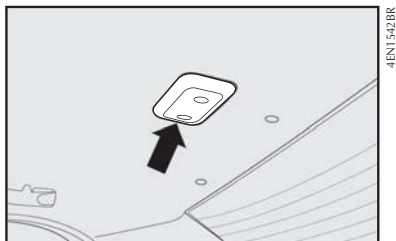

fig. 43
1) com uma chave de fenda no ponto indicado pela seta - **fig. 43** remover o conjunto da luz interna montado a pressão;